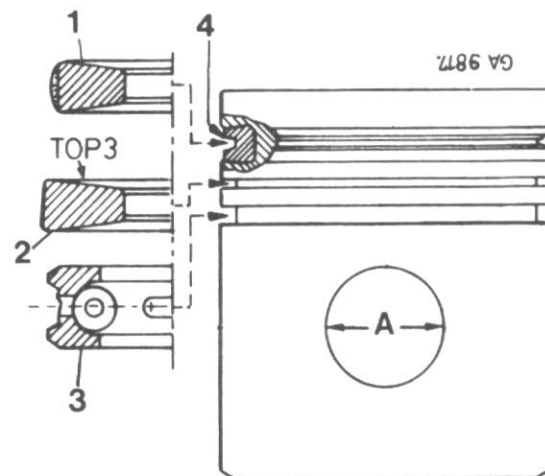

Figure 141a
NOTE: La fig. 141a représente la segmentation d'un piston sur moteur DT-402. Dans cette version, le segment (2) est repéré par "TOP 3" à titre d'identification.